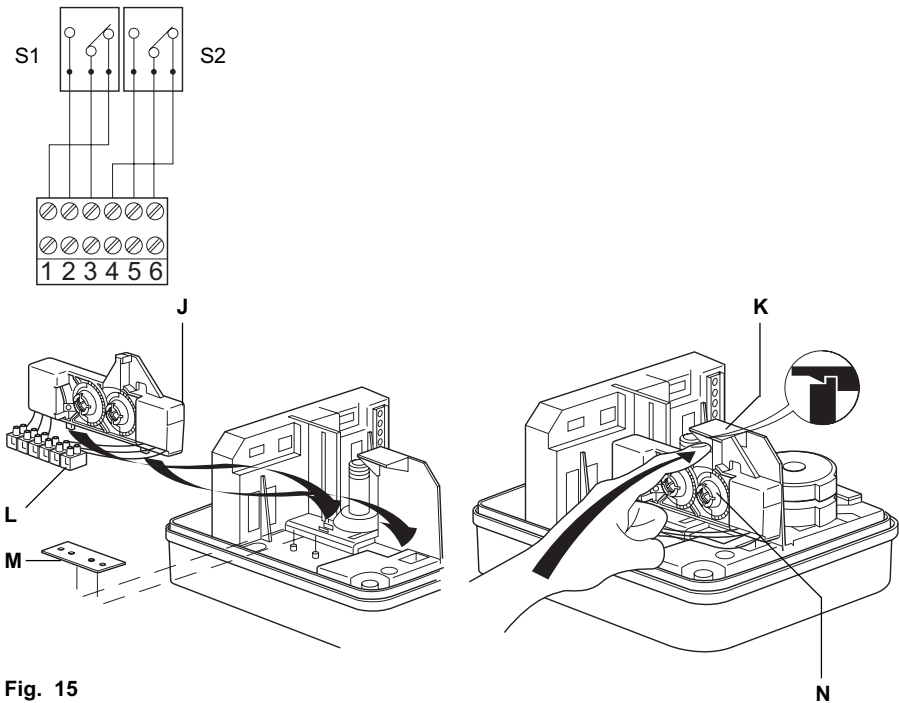

Fig. 15
1. Usando los dos encajes en la nase del conjunto de interruptores (J) colocar en la base Ver Fig. 15.
2. Apretar la parte superior del conjunto de interruptores para que encaje en el soporte (K).
3. Atornillar la regleta (L) con la etiqueta (M) a la base.
5. Conectar los cables siguiendo el diagrama de cableado de la Fig. 15. **Nota:** Asegurar que los cables están sujetos correctamente para evitar que se dañen al colocar la tapa o el conjunto de interruptores.
6. Las posiciones de conmutación se ajustan aflojando las levas (N) de los interruptores para reposicionarlas.